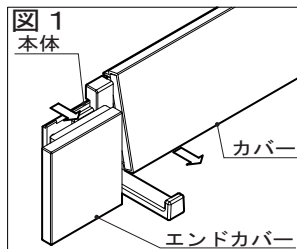

図2
- ②取付け位置を決め、本体を本体固定ネジで固定します。（図2）